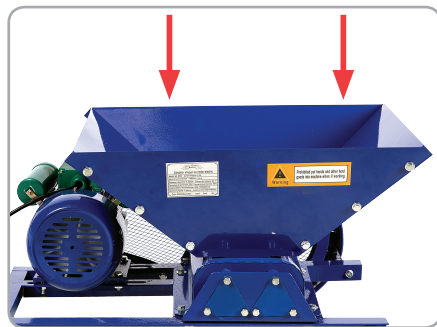

Fig.4
- Instalați pereții laterali pentru a forma cuva de alimentare și fixați cuva pe suport (fig.4).